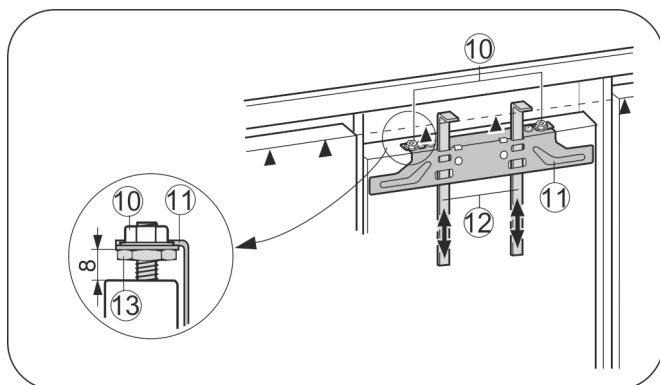

Fig. 17
- Montážne pomôcky Fig. 17 (12) presuňte hore do výšky nábytkových dver. Spodná hrana dorazu ▲ montážnej pomôcky = vrchná hrana montovaných nábytkových dver.
- Upevňovaciu traverzu Fig. 17 (11) nad poistnými maticami Fig. 17 (10) odskrutkujte.